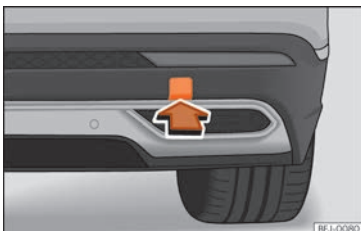

Abb. 100 Auf der rechten Seite des hinteren Stoßfängers: Abdeckung entfernen.
Die Abschleppöse wird in die hinter einer Abdeckung auf der rechten Seite des hinteren Stoßfängers befindliche Aufnahme eingeschraubt »» **Abb. 100**. Die *serienmäßig mit einer Anhängervorrichtung ausgestatteten Fahrzeuge* verfügen **nicht** über eine Aufnahme für die Abschleppöse. In diesem Fall ist zum Abschleppen der Kugelkopf heraus zu ziehen oder anzubauen »» **Seite 350**, »» ⚠.
- Auf den unteren Bereich der Abdeckung »» **Abb. 100** drücken, um die Verrastung zu lösen.